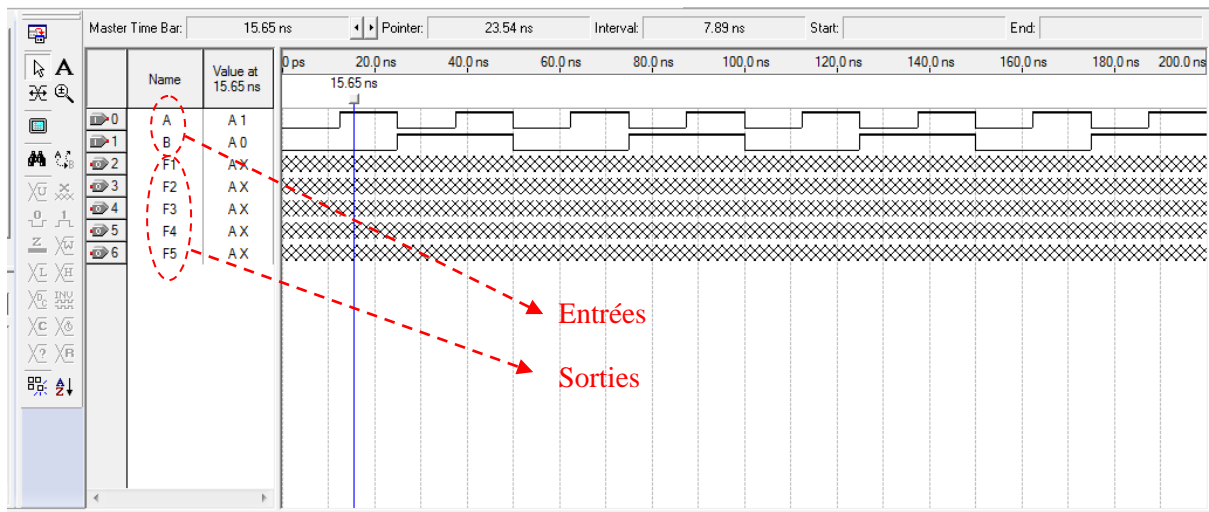

Fig. 3. Les vecteurs de test.
7. Tracez les 4 combinaisons possibles pour les entrées **A** et **B**, voir la **Fig. 3**.
Le résultat final devrait ressembler à la **Fig 3**.